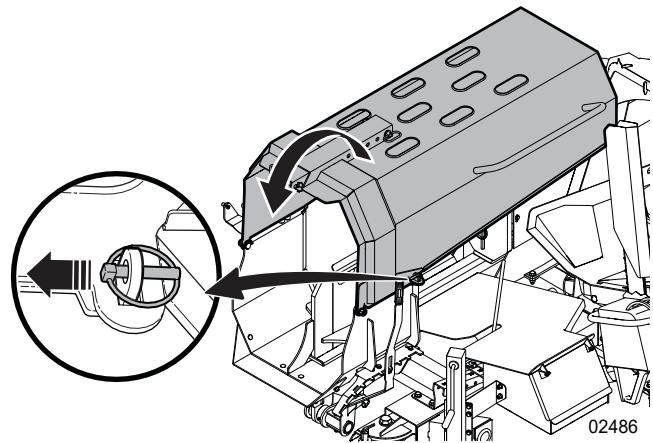

Figure 22 – Esse et languette du loquet de la goulotte de fendage
2. Sur le côté droit de la goulotte de fendage, retirez la goupille de la languette du loquet. Consultez la *Figure 22* à la page 38.